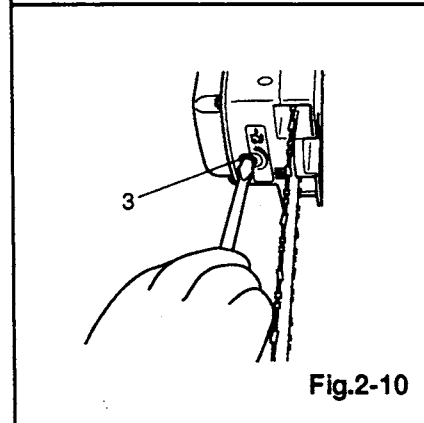

Fig.2-10
- Pour diminuer la quantité d'huile, faire tourner la vis de réglage du débit (3) dans le sens des aiguilles d'une montre. La faire tourner dans le sens inverse des aiguilles d'une montre pour augmenter la quantité d'huile (Fig. 2-10) Ⓞ
- Ne pas essayer de faire tourner la vis (3) en sens des aiguilles d'une montre au-delà